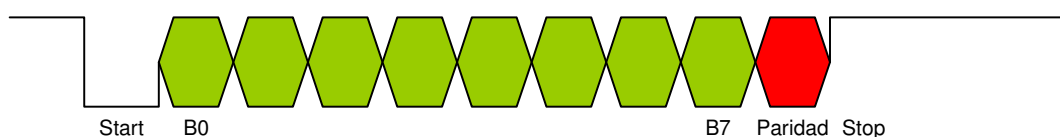

Figura 1. Ejemplo de transmisión de un byte.
- Características básicas de la transmisión: 8 bits de datos (ASCII), paridad par, 1 *start*, 1 de *stop* y velocidad de 9600 baudios. En la Figura 1 se presenta un diagrama temporal de la transmisión de un byte tal como habría que realizarla en la presente práctica. El objetivo de la práctica consistirá en generar una señal como la de la Figura 1 con la temporización adecuada.
Por otro lado, para implementar la comunicación síncrona de la Figura 1, irá contando el número de ciclos de reloj que hay que esperar para poder transmitir cada bit de forma correcta respetando el protocolo. Para ello utilizará un contador interno que deberá estar generado con sendas señales *cont* y *p_cont* del tipo `std_logic_vector` y el ancho apropiado (dependerá de la tasa de transmisión). Para poder generar la dirección correcta del dato a transmitir en cada momento también se usará un contador interno debidamente descrito con las señales *dir* y *p_dir* que se incrementará cada vez que se transmite un byte completo.